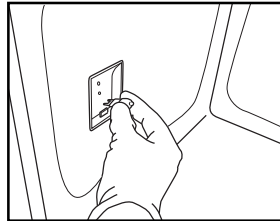

Fig.8
4. Skift ut pæren (se anmerkning for hvilken type) (fig. 8).